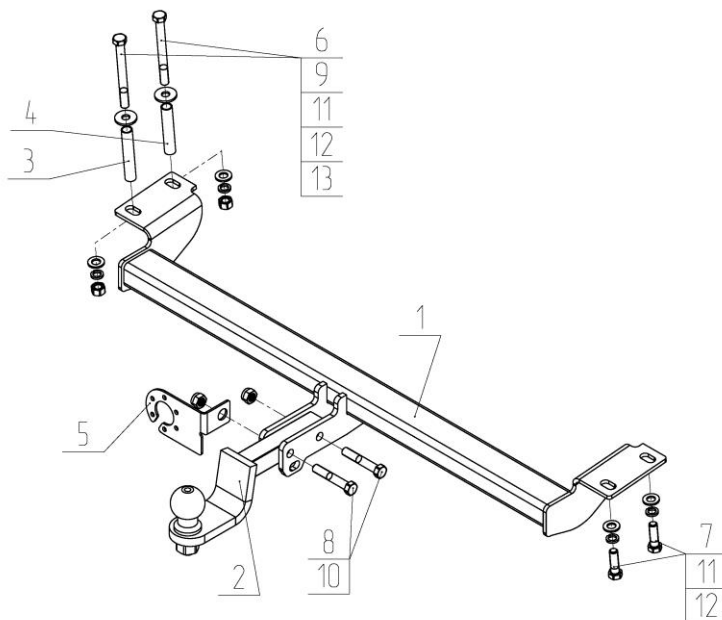

Рис.1.
- Установить ТСУ (рис.1) на автомобиль, зафиксировать его с помощью крепежных элементов (поз.6,9,11,12,13) и (поз.7,11,12);